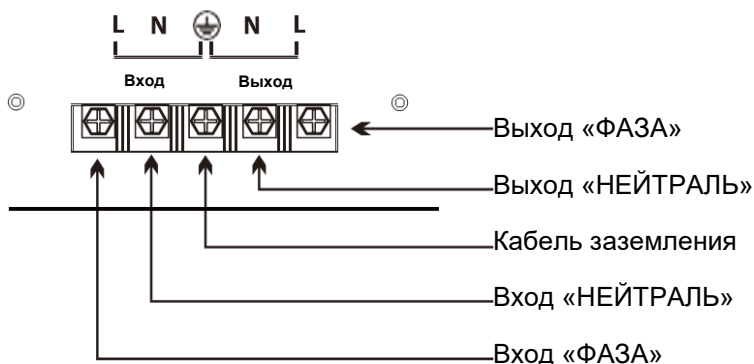

Рисунок 6. Клеммная колодка для подключения нагрузки и питания стабилизатора (выход и вход перем. тока).
3. Подключите устройства (нагрузку) к выходным разъемам стабилизатора, см. Рисунок 6.
4. Подключите питание (сеть перем.тока) к входным разъемам стабилизатора, см. Рисунок 6.